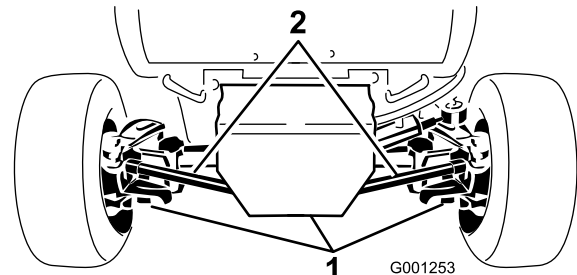

Figura 54
2. Limpe a zona em redor dos 3 tampões de escoamento, 1 em cada extremidade e 1 no centro (Figura 54).